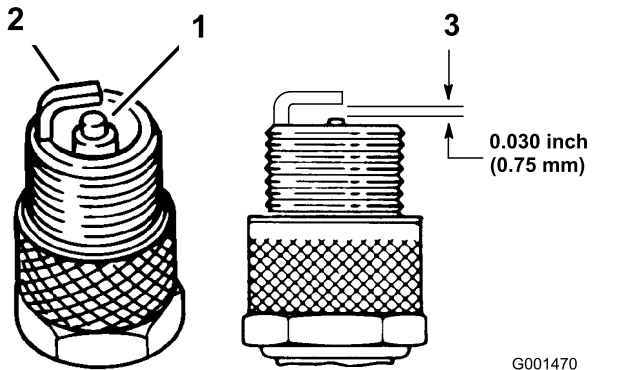

図 20
1. 中央の電極部(図 20)を観察する。絶縁体部がうす茶色や灰色なら適正、黒い汚れがある場合にはエアクリーナの不良を考える。
2. プラグの電極間のエアギャップ(図 20)を点検し、適正值から外れていれば外側の電極(図 20)を曲げて調整する。
3. 点火コードを接続する(図 20)。